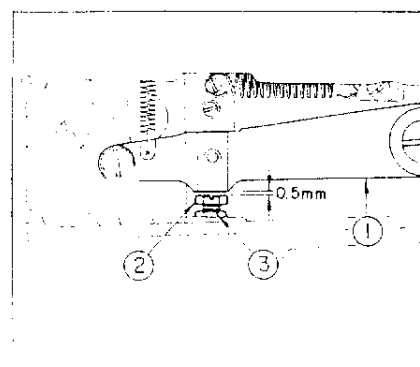

Fig. 3
- 3/ ESPACE ENTRE LE LEVIER DE RELEVAGE ET LA VIS DE REGLAGE. - FIG. 3